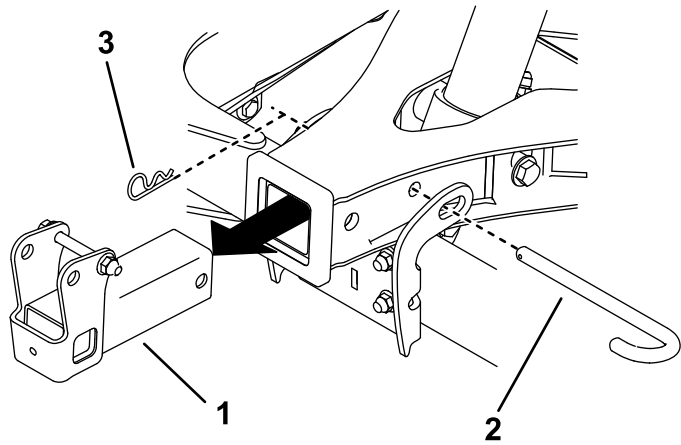

**Figura 27**
**Nota:** Si es necesario, utilice una llave de carraca ( $\frac{1}{2}$ " ) para mover la polea tensora izquierda (Figura 27).